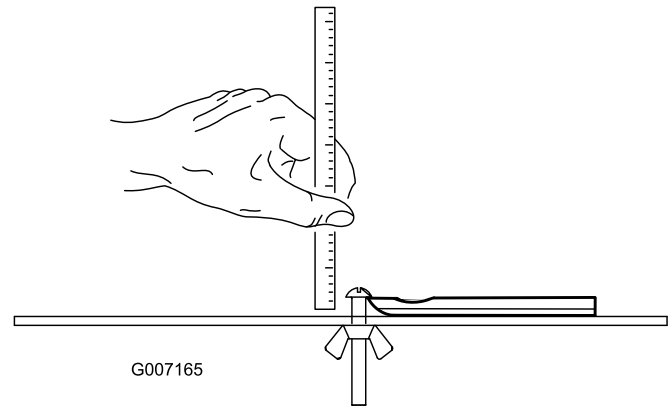

Figura 25
**Nota:** Tutte le misure relative al limite di assistenza della controlama vengono prese dall'estremità inferiore della controlama (Figura 25)